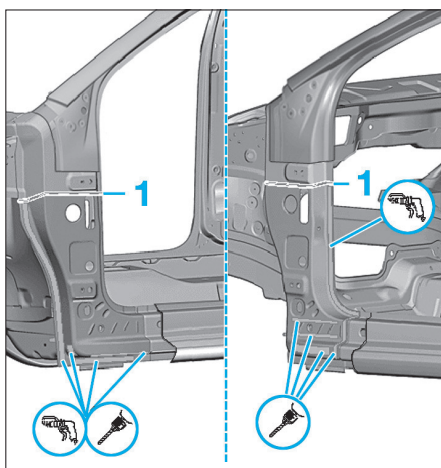

FIG. 33
- Désolidariser le renfort comme illustré (Fig.33).